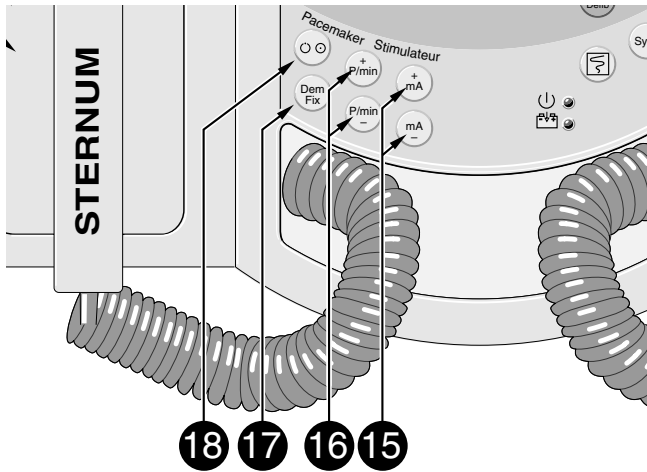

Bild 10-5. Bedienungselemente des Schrittmachers
- \* Schalten Sie den Schrittmacher mit Taste ein (Bild 10-5). Das Gerät wählt beim Einschalten automatisch die Betriebsart „Demand“ und eine Impulsfrequenz von 60 P/min (konfigurierbar).